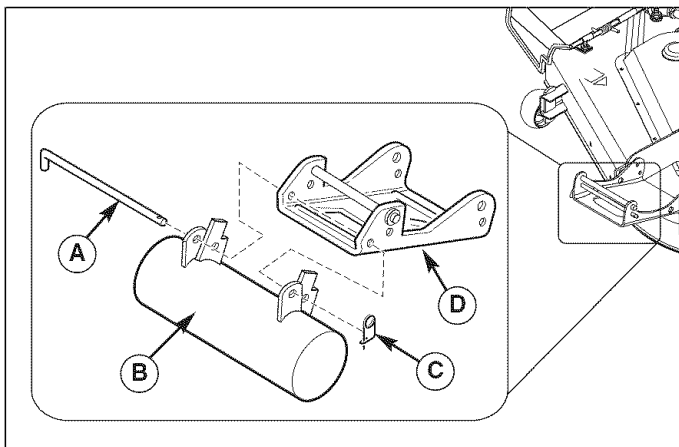

Figure 1. Fronte Instalación del contrapeso (cortacéspedes demostrado de la unidad para el clarity)
1. Instale el contrapeso (B, Figure 1) con el pin (A) que pasa a través de los dos agujeros en el soporte de la podadora. Las lengüetas de el peso tienen que hacer contacto con la parte baja del soporte para mantener el peso fijo.
2. Instale el pin (C).